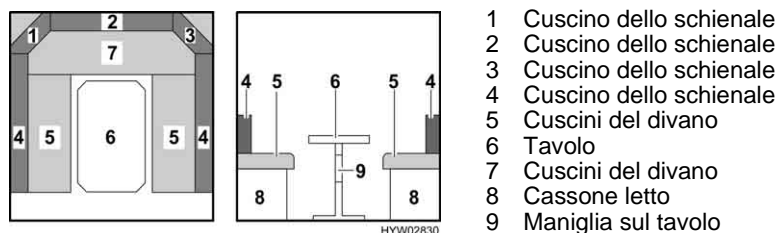

Fig. 45 Prima della trasformazione
- Collocare i cuscini dello schienale (Fig. 45,1, Fig. 45,2 e Fig. 45,3) sotto il tavolo.
- Sistemare i cuscini del divano (Fig. 45,5).
- Sollevare la maniglia (Fig. 45,9) del tavolo (Fig. 45,6) verso l'alto e tirarla leggermente.